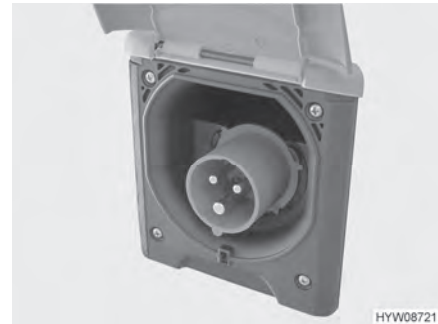

Bild 103 230-V-Anschluss am Fahrzeug (CEE-Steckdose)
- Abdeckung des 230-V-Anschlusses am Fahrzeug öffnen (Bild 103) und Steckkupplung einstecken. Darauf achten, dass die Rastnase des federgespannten Klappdeckels eingerastet ist.